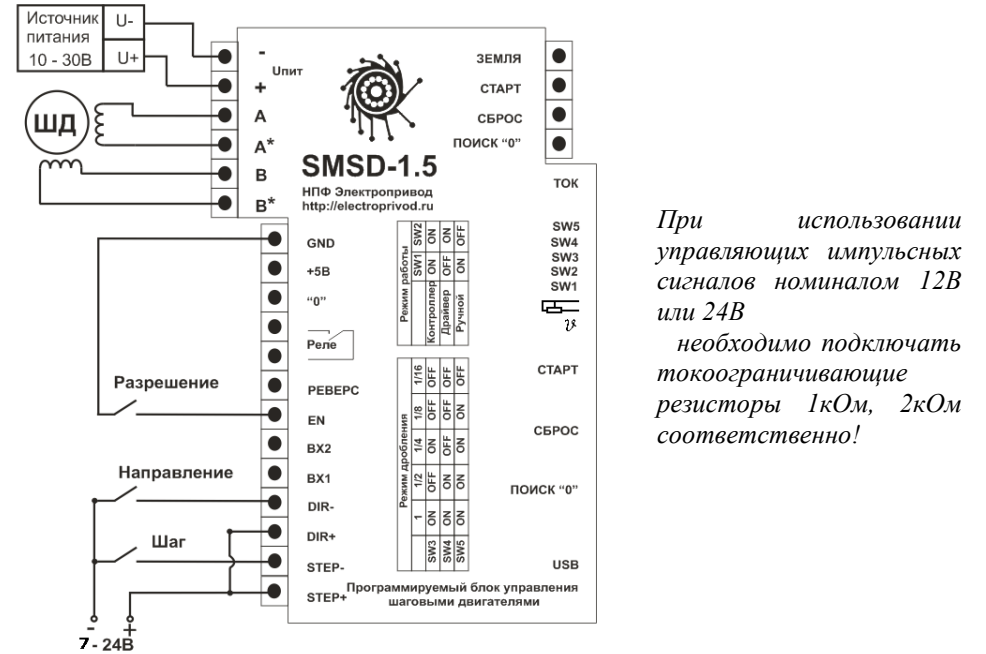
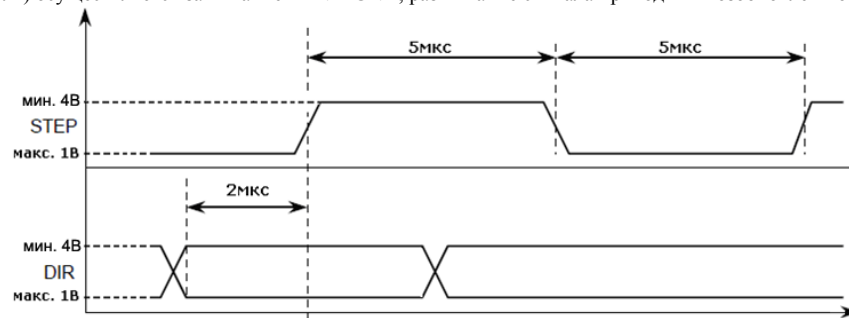

Рис.3. Схема-пример подключения блока в режиме драйвера.
Рис. 7. Осциллограмма управляющих сигналов.
- **В режиме драйвера** (подключение по схеме на рис. 3) подавайте нужную последовательность сигналов «ШАГ» и «НАПРАВЛЕНИЕ» на входы «STEP», «DIR», используйте сигнал «EN» для снятия питания с обмоток двигателя. Осциллограмма управляющих сигналов приведена на рис. 7.